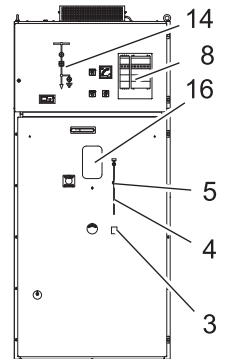

Abb. 37
- ➔ • Sicherstellen, dass sich der Leistungsschalter in Schaltposition AUS befindet (siehe Beschreibung bei Abb. 37). Der Leistungsschalter kann sonst nicht Positioniert werden